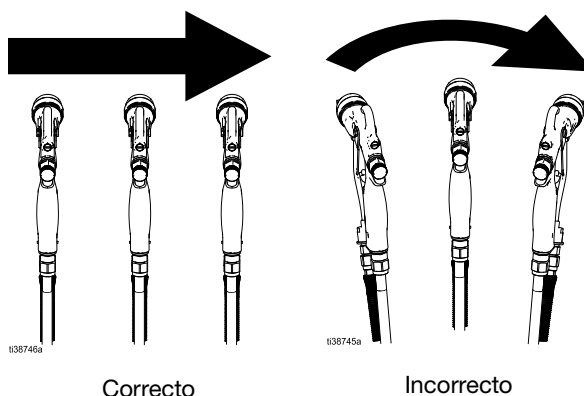

FIG. 24: Técnicas de pulverización
3. Dispare el gatillo (9).
4. Pulverice dando pasada homogéneas, uniformes y paralelas. Superponga cada pasada en un 50 % para lograr una cubrición uniforme. **No haga arcos en las pasadas.** Los arcos causan una cubrición irregular. Consulte la FIG. 24.